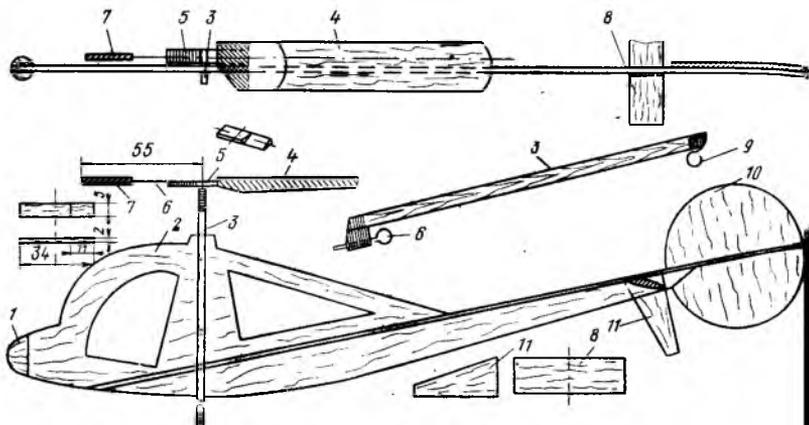

Рис. 53. Модель вертолета из пенопласта:
**Модель вертолета чешских авиамodelистов** (рис. 53) напоминает настоящий геликоптер.